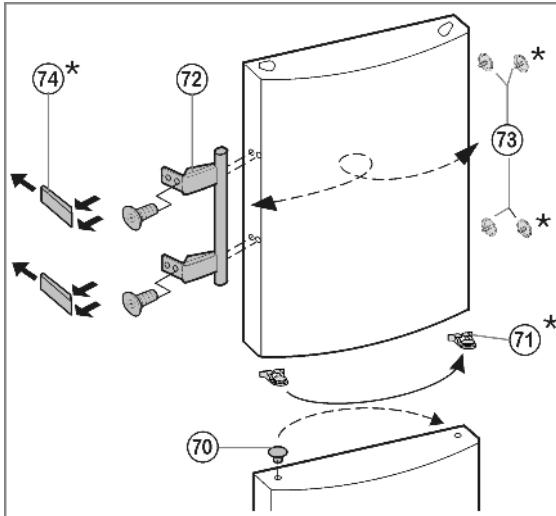

Fig. 10
- На нижней дверце: Извлеките пробку Fig. 10 (70) из опорной втулки дверцы и переставьте.
- На обеих дверцах: Снимите и переставьте на противоположную сторону дверную ручку Fig. 10 (72), пробку Fig. 10 (73) и прижимные пластины* Fig. 10 (74).